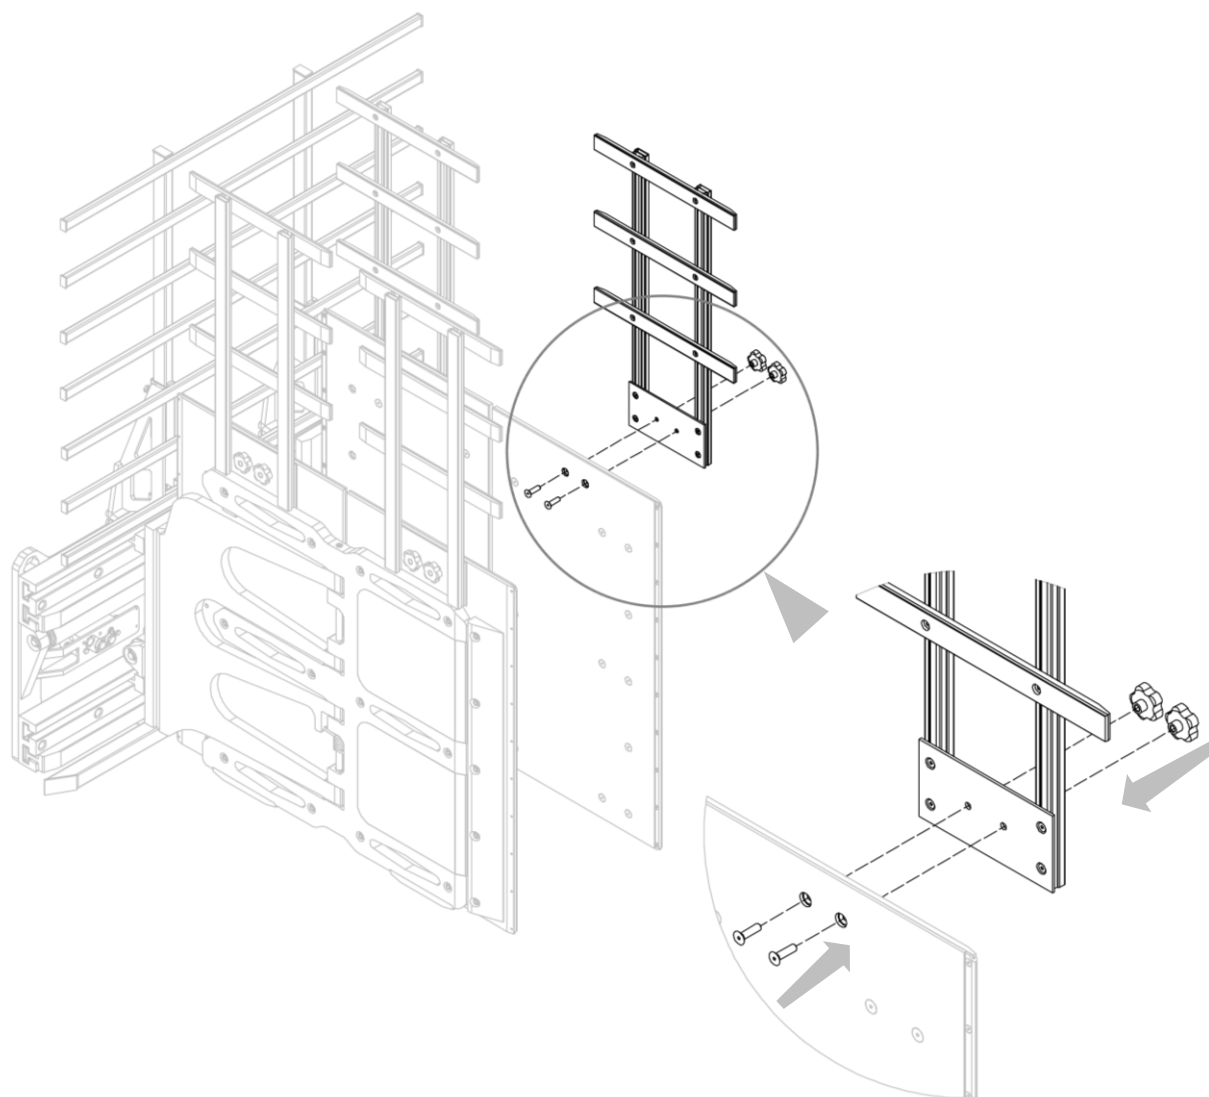

Figura 42
5. Installare i telai reggicarico laterali sugli antoni, utilizzando le relative viti e le relative manopole di fissaggio (vedi *Figura 42*).